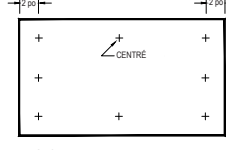

FIG.2
8. Lorsqu'on utilise un écran thermique / écran de plancher / écran mural / protection anti-braises Type 2 HY-C pour protéger un mur, on peut utiliser la trousse d'installation HY-C (pièce ULSC vendue séparément) en positionnant chaque écran contre le mur combustible devant être protégé. Maintenir chaque écran, l'un après l'autre, à plat contre le mur dans la position voulue, et percer des trous de 1/2 po au travers de l'écran et jusque dans le mur. Voir la disposition des trous à la Fig. 2.